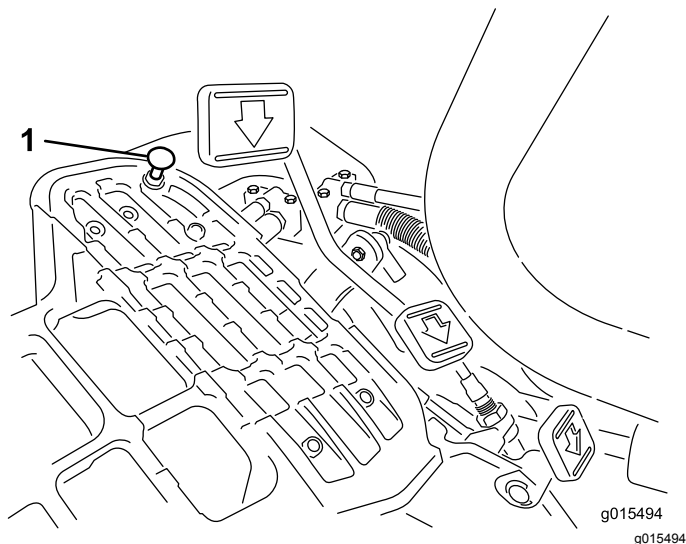

Figura 39
Para obter a velocidade máxima de transporte, engate a alavanca de controlo de função na posição TRANSPORTE e carregue para baixo no pedal de tração. Se o pedal entrara em contacto com o batente (Figura 39) antes de sentir tensão no cabo, é necessário efetuar o seguinte procedimento de ajuste:
1. Ponha a alavanca de controlo de funcionamento na posição TRANSPORTE e liberte a porca de bloqueio que fixa o batente do pedal à placa inferior (Figura 39).